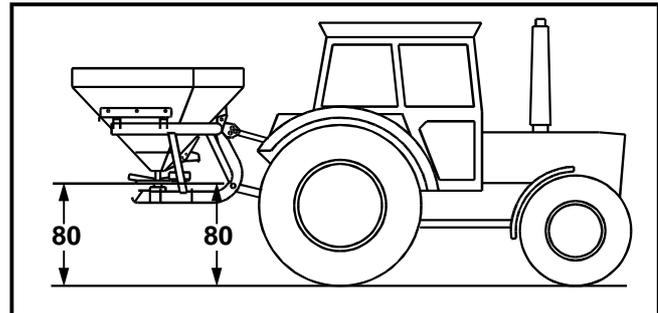

Fig. 7.1
Die Anbauhöhe des Streuers in beladenem Zustand auf 80 cm einstellen (Fig. 7.1). Gemessen wird an der Streuscheibenvorder- (80) und -rückseite (80) jeweils ab Bodenoberfläche.